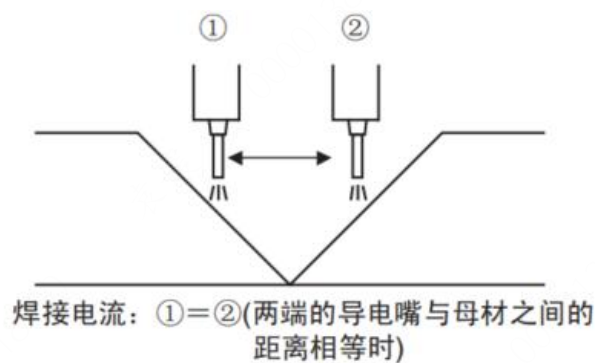

图 3-25 正常摆弧焊接示意图
左右摆动焊枪进行焊接时，如果两端（①、②）的焊嘴与母材之间的距离相等，根据上述特性，①、②的焊接电流也将相同，如下图 3-25 所示。